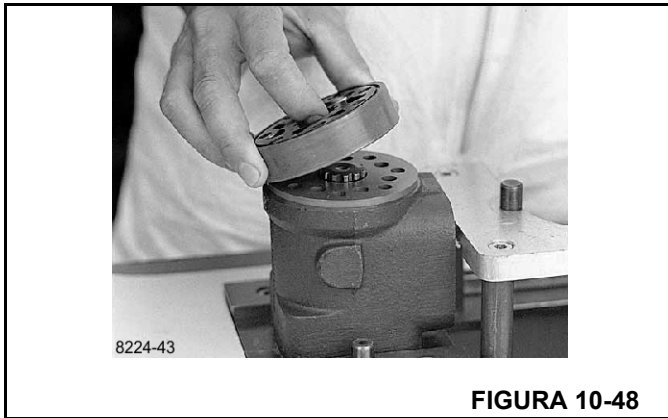

FIGURA 10-48
- 24. Engrase los dos anillos "O" con vaselina y colóquelos en las dos ranuras en la corona del mecanismo de giro. Coloque el engranaje y la corona en el eje de cardán (Figura 10-48).